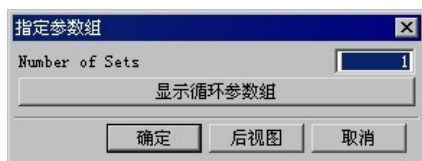

图 20.32 “指定参数组”对话框
Step1. 在“钻”对话框 **循环类型** 区域的 **循环** 下拉列表中选择 **标准钻...** 选项，单击“编辑参数”按钮 ，系统弹出图 20.32 所示的“指定参数组”对话框。